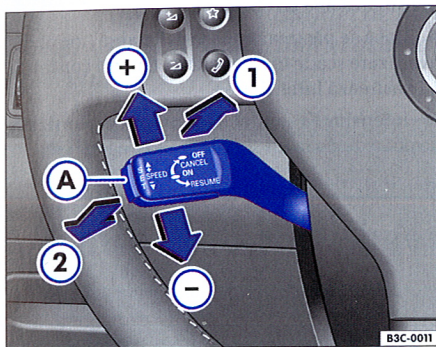

Fig. 126 Elementul de comandă al instalației de reglare a vitezei de croazieră
– Trageți maneta în direcția ⇒ fig. 126 ①, până se fixează, pentru a activa instalația. Când RVC este activată, în tabloul de instrumente se aprinde lampa de control ②.